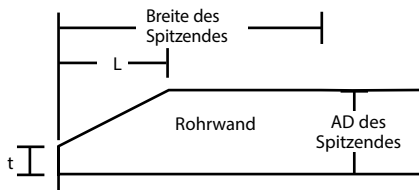

Abbildung 7-1 Definition der Abmessungen des Spitzendes des Rohres sowie der Fasen für Muffenverbindungen
- 4 Die Oberfläche im Verbindungsbereich säubern, raue Stellen abschmirlen und mit einer Schleifmaschine das Rohrende anfasen, um den Zusammenbau zu erleichtern (siehe Abbildung 7-1). Weiteres Schleifen ist nicht erforderlich.